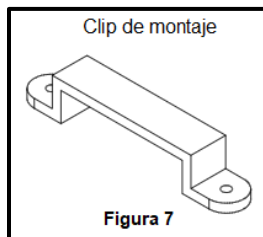

Figura 7
- Los clips de montaje atornillados también se incluyen con las tiras de ubicación húmeda como un medio adicional de fijación además de la parte posterior adhesiva adherida (Figura 7). Los clips se pueden utilizar con o sin respaldo adhesivo. Utilice tornillos #3 adecuados o similares según la aplicación de la superficie de montaje. No cubra los LED con clips de montaje.